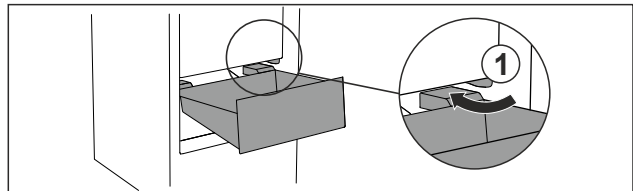

Fig. 27
- ▶ Обвести висувний ящик навкіс навколо стопора Fig. 27 (1).